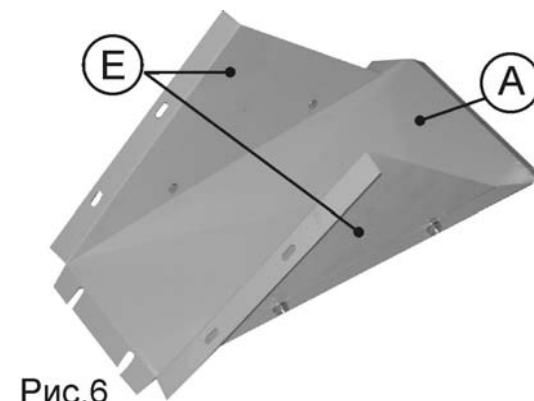

Рис.6
- 8.1.8. Собрать желоб, как показано на Рис. 6, закрепив к лотку (A) две косынки (E) при помощи болтов с квадратными подголовками шайб и гаек.
8.1.9. Установить желоб Рис. 6 внутри основания как показано на Рис. 7 при помощи болтов с квадратными подголовками шайб и гаек.